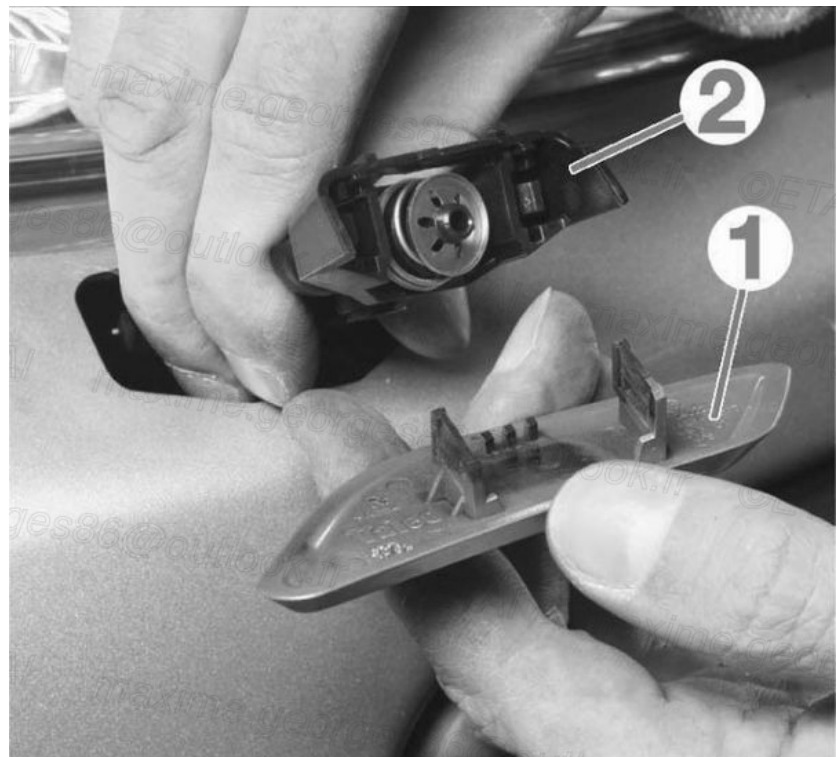

Fig. 2
- déposer les vis (3) puis le cache sous moteur.
- Déposer les enjoliveurs des gicleurs de lave-projecteur (suivant équipement) **(Fig.2)**